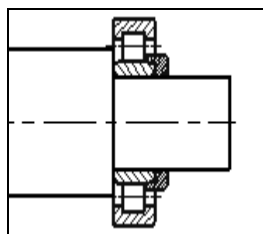

Рис. 44
**Фрагменты** - чертежи системы T-FLEX CAD, которые могут использоваться в других чертежах, для получения составных (сборочных) чертежей. Фрагментом может быть любой чертеж системы T-FLEX CAD (рис. 44). Под параметрическим фрагментом системы T-FLEX CAD понимается чертеж, при нанесении которого на другой чертеж, вы можете задать его положение и параметры, от которых зависит его изображение.